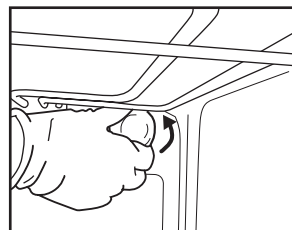

Fig. 5
2. Skru løs lampedekslet (Fig. 5), skift ut pæren (se anmerkningene for type pære) og sett dekslet tilbake på plass.